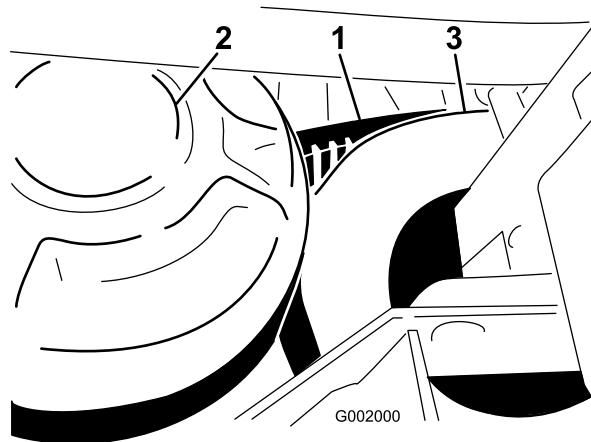

Figure 61
1. Faites tourner la courroie et faites-la passer sur l'embrayage secondaire (Figure 61).